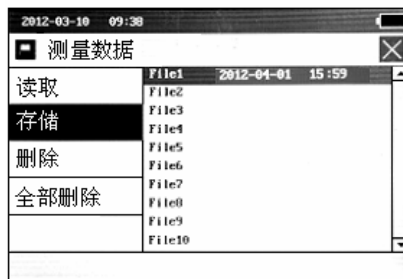

图 2-24 数据存储
- ◆ 点按屏幕中“存储”进入数据存储状态，也可按 \uparrow Ra... \downarrow PRINT 选择“存储”，再按 \leftarrow 进入数据存储状态（见图 2-24）。